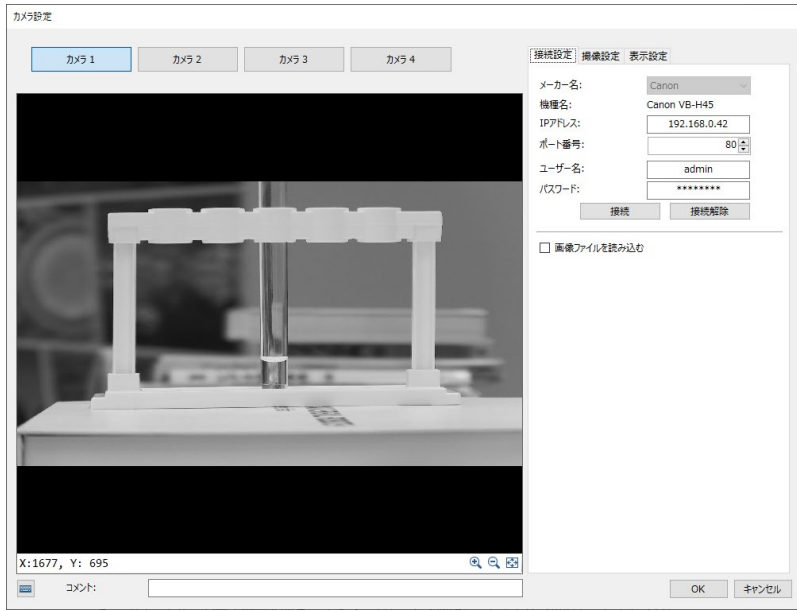

図1
- 1 新規JOBを作成し、カメラ登録を行います（図1）。ここではカメラ1にVB-H45を登録します。詳細な登録方法については作業支援マニュアル「はじめての機器立ち上げ編」をご覧ください。